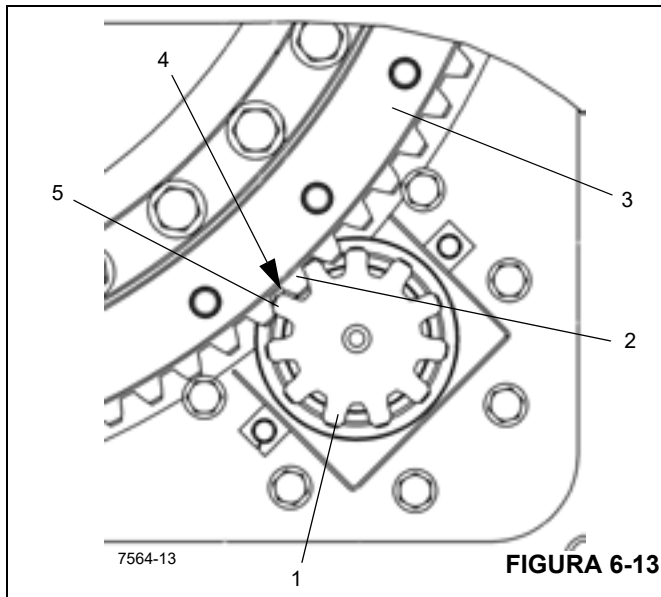

FIGURA 6-13
6. Instale el piñón del mecanismo de giro (1) (Figura 6-13) de modo que los dientes del engranaje del piñón impulsor se alineen con los dientes de punto alto (excentricidad máxima) (2) en el cojinete de la torreta (3).
El punto alto o la máxima excentricidad del cojinete de la torreta se identifica en fábrica mediante tres dientes de engranajes consecutivos en el cojinete de la torreta como el punto alto. El diente uno y el tres están estampados en el acero (1) (Figura 6-12) con una marca en las partes superior e inferior de los dientes de engranaje. Utilice estos tres dientes de engranaje cuando se instale el mando de giro y se revise el juego entre dientes que se muestra en la Figura 6-13.
7. Revise el juego entre dientes (4) (Figura 6-13) con un suplemento de 0.203 mm (0.008 pulg) de grosor entre los dientes del engranaje del piñón impulsor (5) y los dientes de engranaje de punto alto (excentricidad máxima) (2) en el cojinete de la torreta.
NOTA: Si se va a instalar un cojinete (3) (Figura 6-13) nuevo, será necesario instalar también un piñón (1) nuevo.